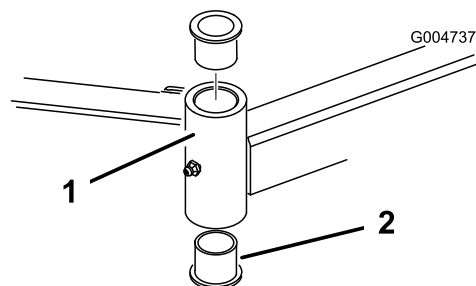

Figure 21
- Insérez un chasse-goupille dans le haut ou le bas du tube de montage et chassez la bague hors du tube (Figure 21). Chassez ensuite l'autre bague. Nettoyez l'intérieur des tubes de montage.